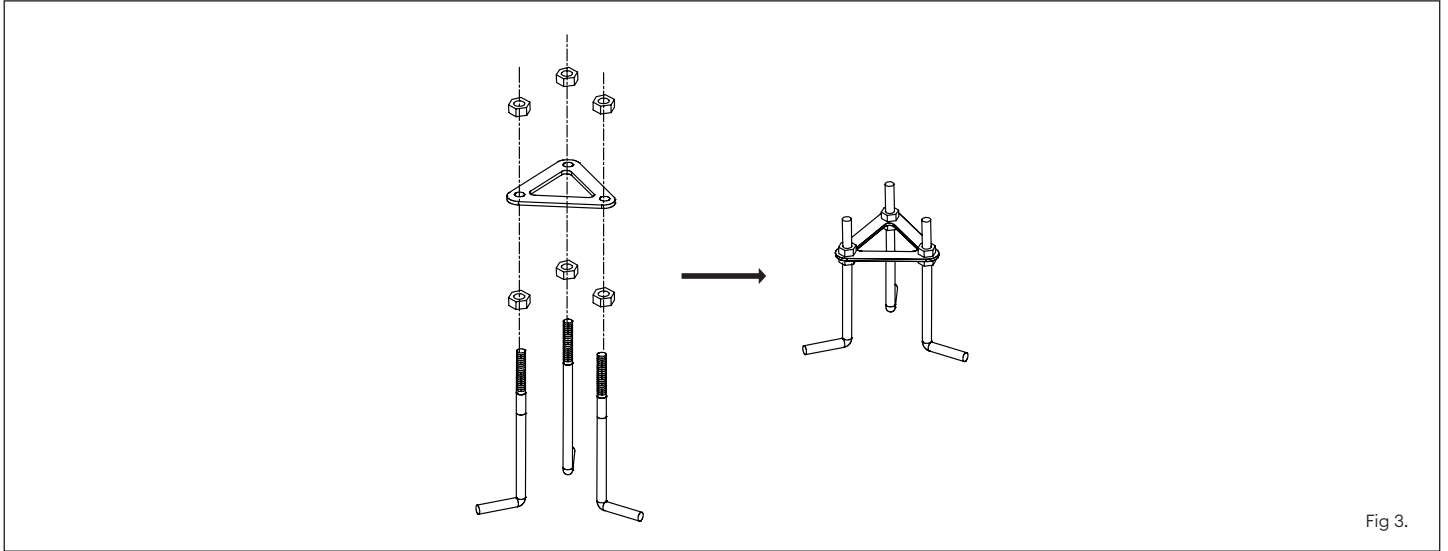

Fig. 3.
1. Assemble the root mount kit (see Fig 3)
1. Assemblare il kit di montaggio alla radice (vedere Fig. 3).